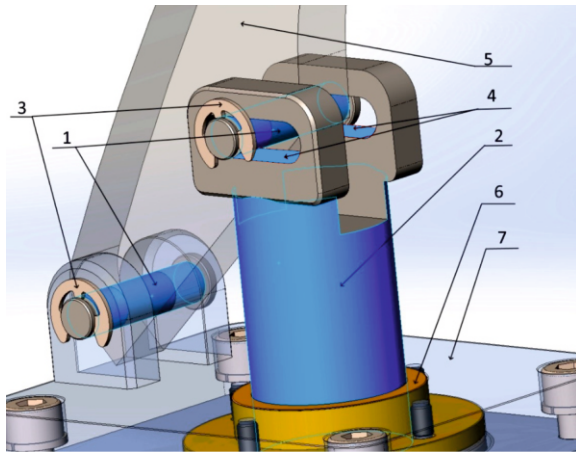

Рисунок 3 – Поверхности насоса, подлежащие смазке
1. возрастание требуемого усилия или появление характерного звука трения металла по металлу при наборе давления с помощью рычага насоса (поз. 1 рис. 3);
2. возрастает усилия или появление характерного звука трения металла по металлу при регулировке давления вращением махового колеса (поз. 6 рис. 3).
2. При помощи отвёртки снимите стопорные шайбы (поз. 3, рис. 3).
4. Выдвиньте вверх шток (поз. 2, рис. 3).
6. Визуально оцените износ трущихся поверхностей. При выраженном износе поверхности (поз. 4, рис. 3) не рекомендуется дальнейшее использование устройства. Следует обратиться к специалистам производителя.
При отсоединении рукояти (поз. 5, рис. 3) от штока (поз. 2, рис. 3) запрещается вращать шток против часовой стрелки — это может привести к ухудшению характеристик устройства.